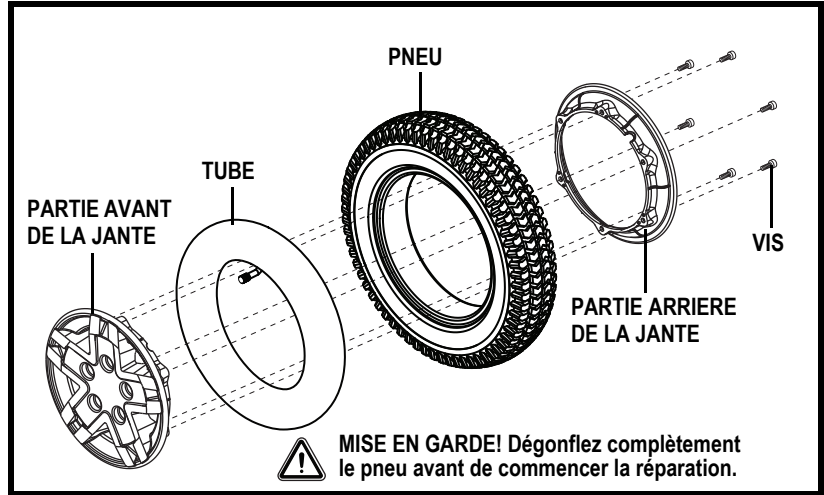

Figure 20. Roue motrice Q6 Serie démontée
6. Retirez les vis qui retiennent les deux parties de la jante ensemble. **Voir la figure 20.**
10. Réinstallez les cinq (5) écrous de roue sur le moyeu et resserrez.